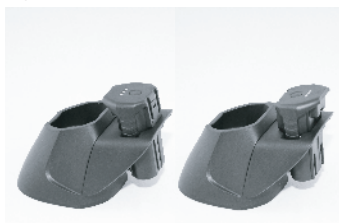

Fig. 27
1. Inserire la batteria come illustrato (Fig. 27) con i contatti rivolti verso il basso. La batteria può essere inserita orientata in entrambe le direzioni.